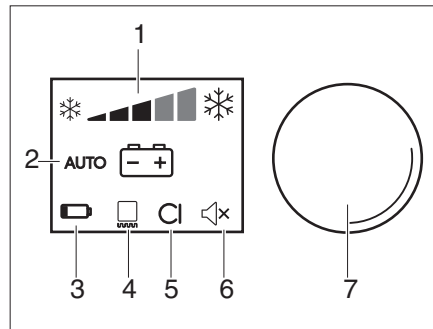

Fig. 271 Boutons de commande pour le réfrigérateur (Dometic Série 10)
- Régler la température de réfrigération avec le bouton tournant (Fig. 271,7).
- Appuyer sur le bouton de commande (Fig. 271,7) pendant 4 secondes. Le réfrigérateur est coupé.